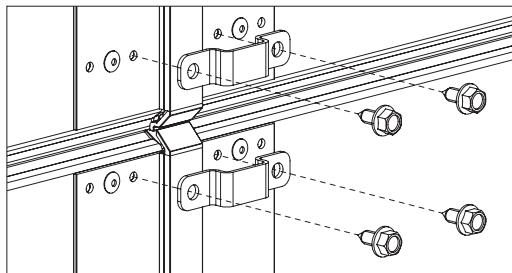

Рис. 30.3
- после установки калиточных секций необходимо вывернуть самонарезающие винты и снять транспортные скобы (рис.30.3). Порядок снятия скоб – сверху вниз;